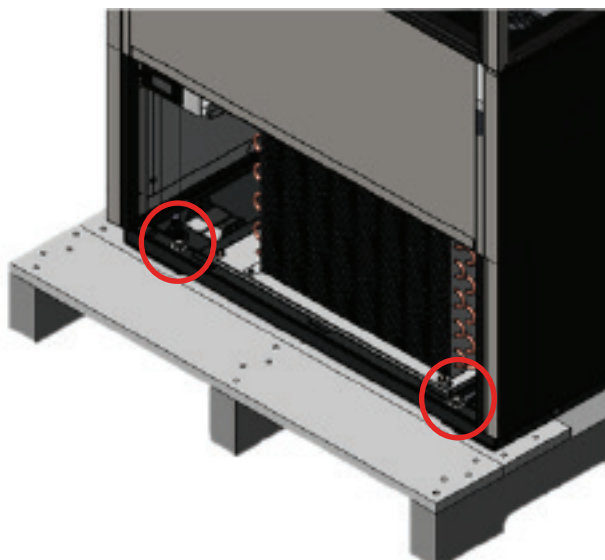

Fig. 2. Retire los pernos del patín en la parte frontal y posterior.
2. Con una llave ajustable, quite todos los pernos de envío que sujetan el patín de madera al fondo del gabinete. Ver la fig. 2.